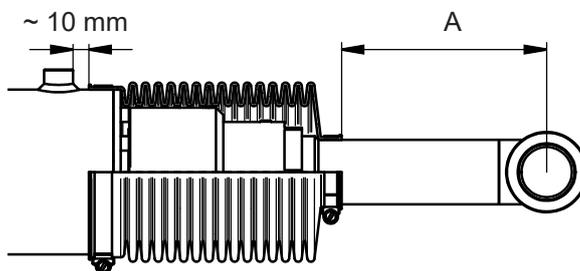

Figura 47. Montaje de protectores
11. Montar los protectores de los cilindros. Figura 47.